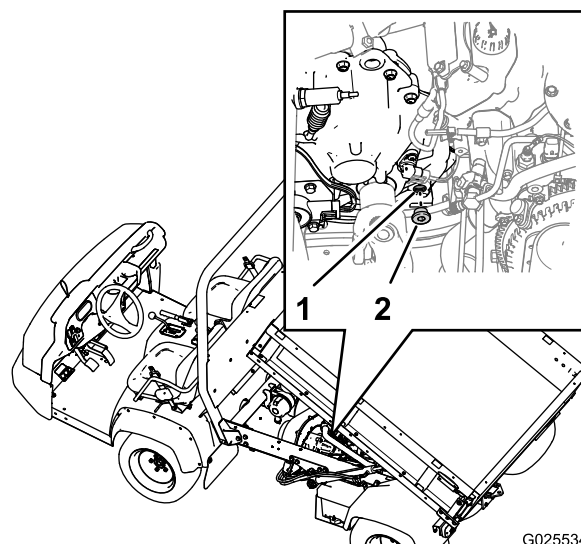

Figura 67
1. Localize o tampão de enchimento na área interior inferior, na parte de trás da transmissão (Figura 67).
3. Rode o tampão no sentido contrário ao dos ponteiros do relógio e retire o tampão do orifício de enchimento na transmissão (Figura 67).
4. Se o nível do fluido de transmissão for baixo, adicione fluido do tipo especificado através do orifício de enchimento, até o nível do fluido estar alinhado com a parte inferior da rosca no orifício (Figura 67).
6. Instale o tampão de enchimento na transmissão e aperte-o bem à mão (Figura 67).